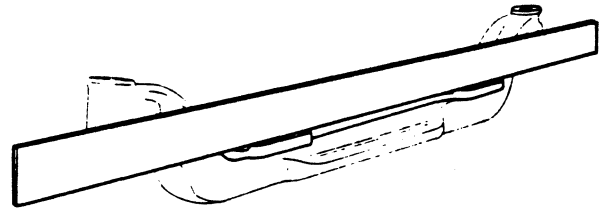

Fig. 1
2. Plaats een rij over de aspadden van het vooraslichaam en controleer of de aspadden in lijn met elkaar staan (Fig. 1).